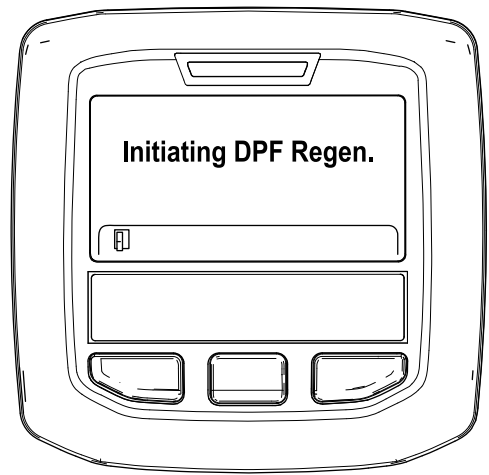

Figura 53
- A. "Initiating DPF Regen." (A iniciar Regen. DPF) é apresentada (Figura 53).